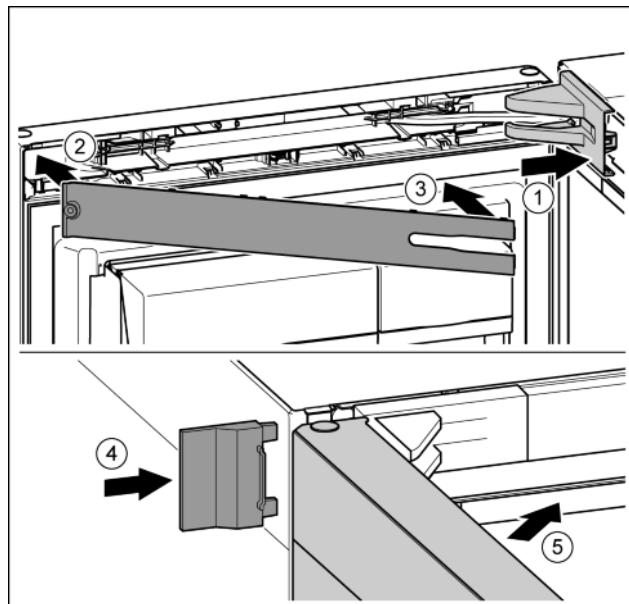

Fig. 42
- ▶ Крышку опорного кронштейна установить и зафиксировать, при необходимости, осторожно разжать. Fig. 42 (1)
- ▶ Установить накладку. Fig. 42 (2)
- ▶ Наклонить и защелкнуть накладку. Fig. 42 (3)
- ▶ Надвинуть внешнюю крышку. Fig. 42 (4)
- ▶ Закрывать верхнюю дверь. Fig. 42 (5)